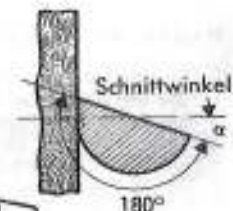

Abb. 3a
8. Hinterschleifen des Frässtichels mit Hilfe der Feinstellschraube F über den ganzen Drehbereich des Zangenlagers (Abb. 3a). Der Hinterschliff wird dabei zwangsläufig erzeugt. Dieser soll sich nur auf die Länge der Brustfläche erstrecken.